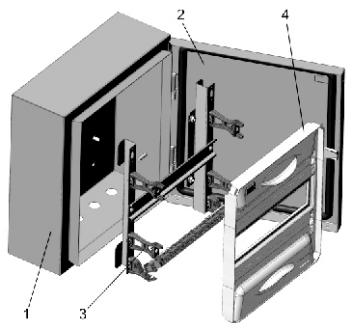

Рисунок 1 – Состав изделия
Корпус металлический ЩРн серии PRO (рисунок 1) конструктивно состоит из оболочки (1) с открывающейся дверью (2), монтажной рамы (3) и оперативной панели (4).